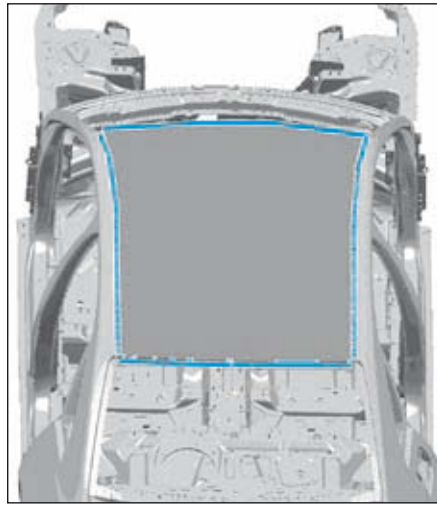

FIG.65
- Tracer puis couper comme illustré (Fig.65).